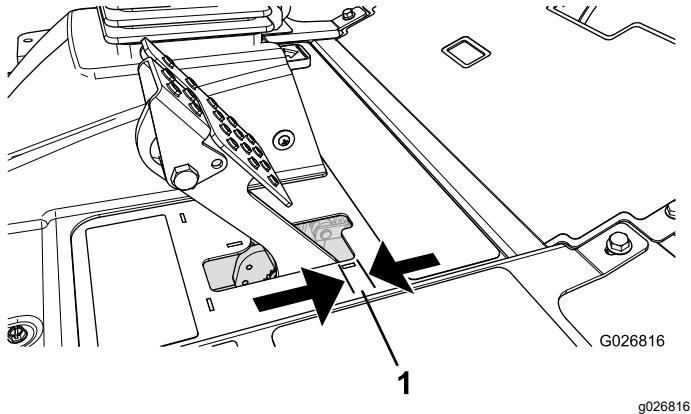

Figure 55
Réglez les freins si la garde à la pédale de frein est supérieure à 2,5 cm (Figure 55) ou si la force de maintien offerte est insuffisante. La garde est la distance parcourue par la pédale de frein avant que le freinage soit ressenti.
2. Serrez l'écrou arrière afin de pouvoir déplacer le câble en arrière jusqu'à obtention d'une garde de 6,3 à 12,7 mm (Figure 55), avant le blocage des roues.